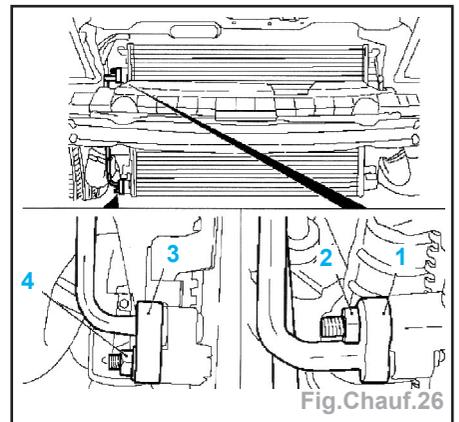

Fig. Chauff.26
- les conduites de réfrigérant (1 et 3) (Fig. Chauff.26).